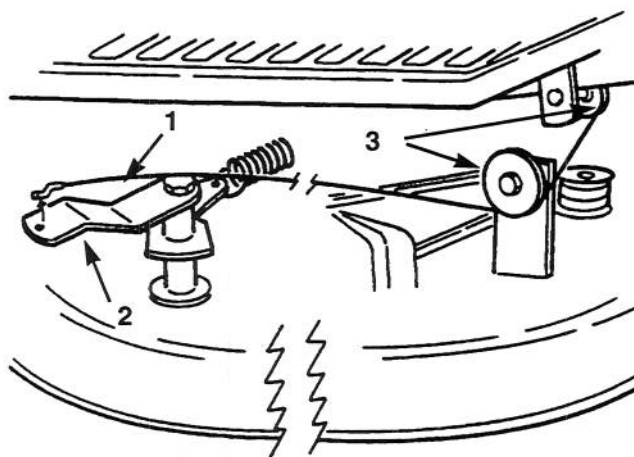

Figure 45
9. Enrouler le câble de commande de la lame autour des deux galets de guidage et accrocher l'extrémité dans le trou du bras de renvoi sur la tondeuse (Fig. 45).